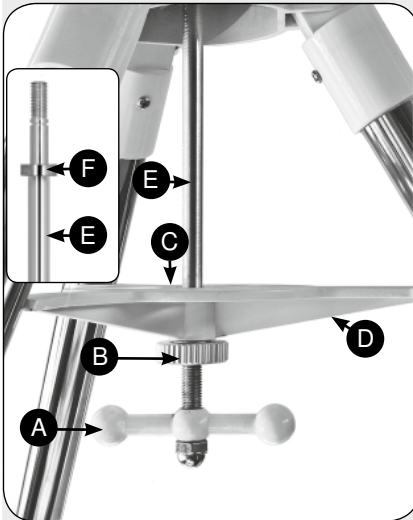

Рис. 4: Распорная планка и шайба в рабочем положении
Рис. 4а: Для крепления резьбового штифта используйте С-образный зажим
3. Закрепление распорной планки. Чтобы закрепить центральный винт (рис. 4А) на треноге, сначала закрутите натяжной винт (рис. 4В). Его можно закрутить сразу, так как он зажимает распорную планку напротив ножек треноги. Теперь можно вставить планку (рис. 4С) сверху на центральный винт. Убедитесь, что ребра планки (рис. 4D) повернуты книзу. Теперь внимание! Важно выполнить следующий шаг, чтобы не повредить резьбу. Чтобы не закрутить резьбовой штифт (рис. 4Е) в монтировку слишком далеко, используйте шайбу (рис. 4F). Наденьте ее на резьбовой штифт так, чтобы более широкая скошенная сторона была повернута книзу. Распорное кольцо должно быть сверху на резьбовом штифте. Теперь проденьте резьбовой штифт снизу вверх через основание треноги и вдвиньте С-образный зажим (рис. 4, А) в углубление (рис. 4, В) резьбового штифта.